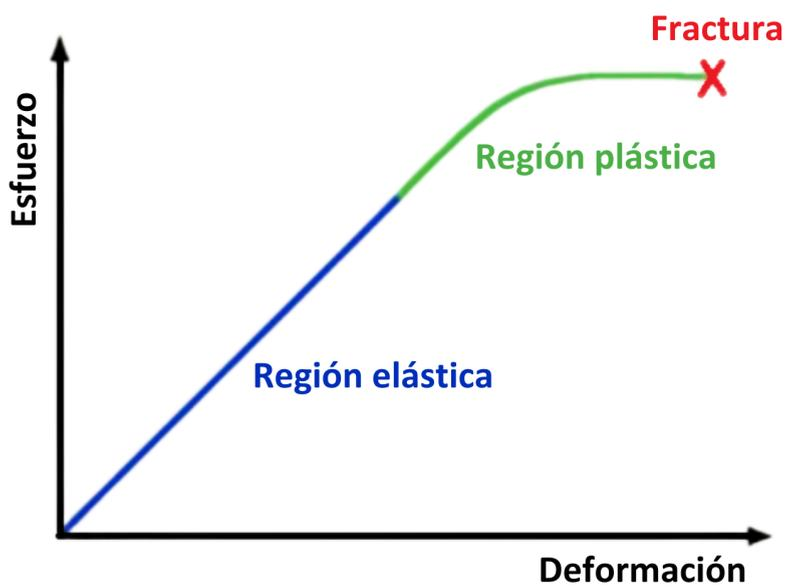

Imagen 5. Gráfico de esfuerzo vs. deformación de los cuerpos.
21. Observa el gráfico de la Imagen 5, donde se muestra el esfuerzo versus la deformación de los cuerpos. Teniendo en cuenta tus registros encierra con un círculo la región a la que pertenece el elástico al aplicar la primera fuerza y a la cuerina de 1 cm al aplicar la segunda fuerza.